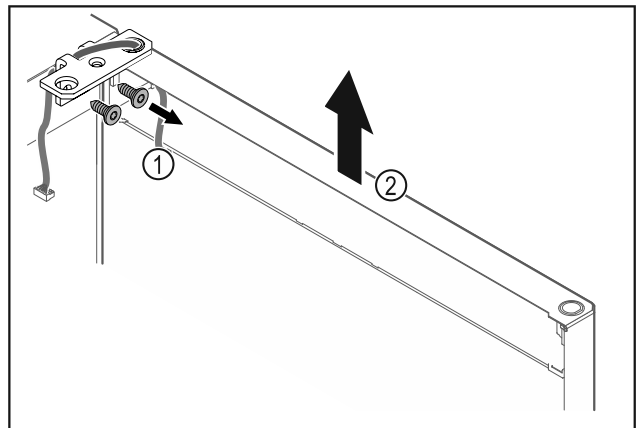

Fig. 19
- Atsukite šarnyrinį kamputį Fig. 19 (1).
- Duris, įsk. šarnyrinį kamputį Fig. 19 (2), pakelkite maždaug 200 mm tiesiai į viršų ir nuimkite.